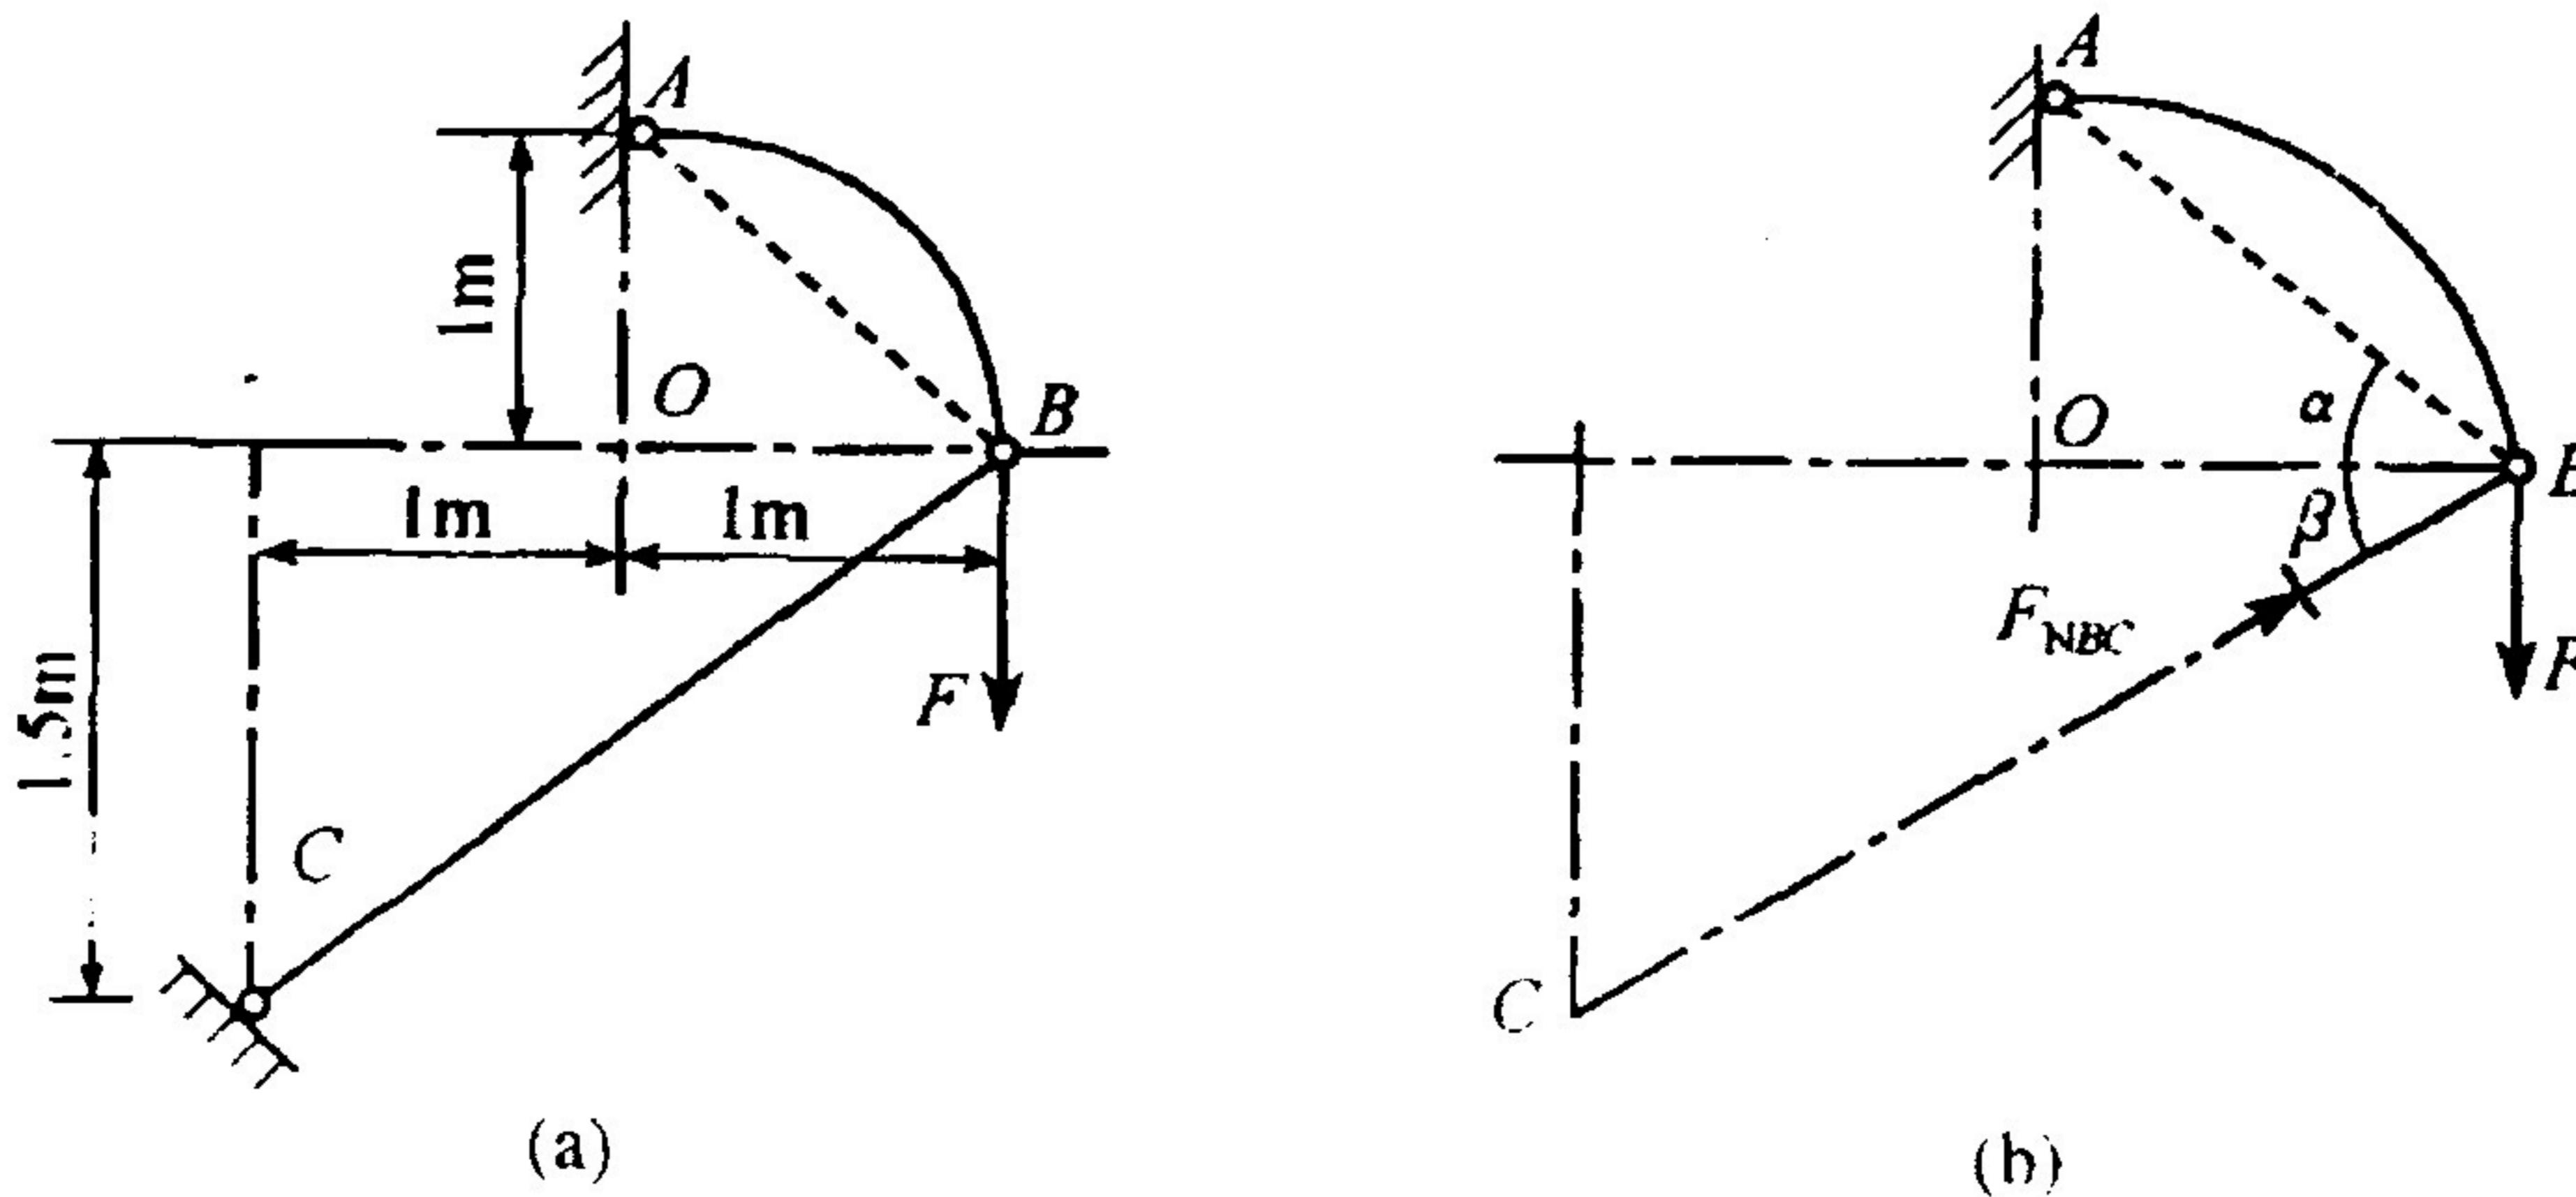

图 7.11
② 正方形(及至各种正 n 边形)对形心任一坐标轴均为形心主惯性轴, 且 $I_y = I_z = I_{y'} = I_{z'}$ (设 y, z 为对称轴, y', z' 为过形心任意坐标轴), 对此则 $I_y = I_z = \frac{a^4}{12}$, 使计算量大大减少。
3. 如图 7.11 所示, 圆弧曲杆 BA(半径为 1m)与直杆 BC 组成一托架, A、B、C 均为铰接, BC 杆为 $40\text{mm} \times 80\text{mm}$ 的木柱, 稳定安全因数 $n_{st} = 3$, $E_w = 11\text{GPa}$ 。试由 BC 杆确定托架的最大载荷(设 $\lambda_{pw} = 120$)。